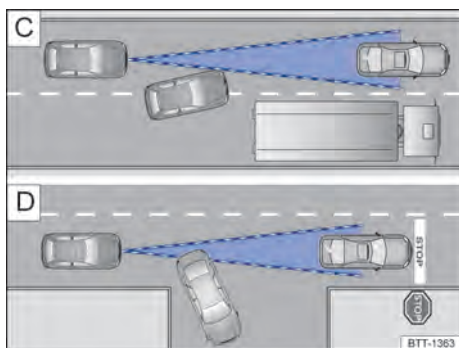

Fig. 102 C) Mudança de faixa. D) Veículo virando ou parado.
Por exemplo, se um veículo detectado pelo ACC virar ou mudar de faixa, e se houver um veículo parado à frente deste veículo, o ACC não reagirá ao veículo parado → Fig. 102 D).
- Veículos que mudam para a faixa onde você se encontra com pouca distância do veículo → Fig. 102 [C].